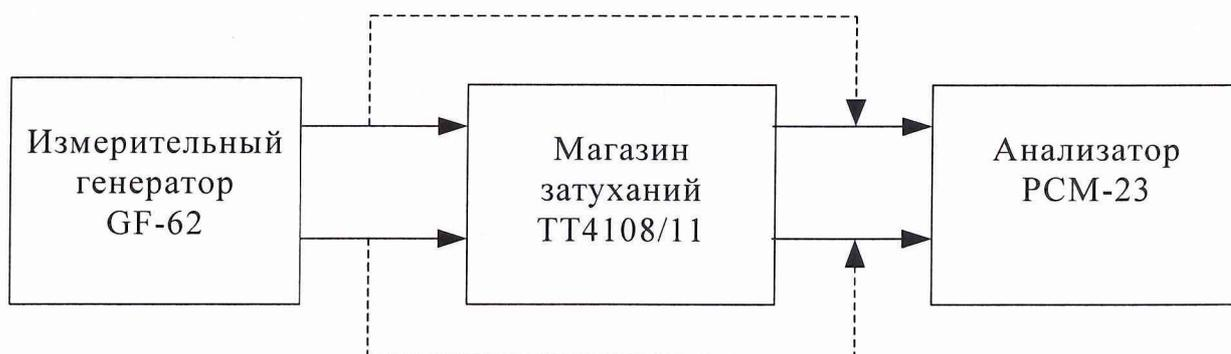

Рис.8.21.
8.3.21.1. Определение зависимости основной погрешности измерения уровня приемником РСМ-23 на частоте 1 кГц производится с помощью измерительного генератора GF-62, измерителя уровня MV-62 и магазина затуханий ТТ4108/11 (рис.8.21).